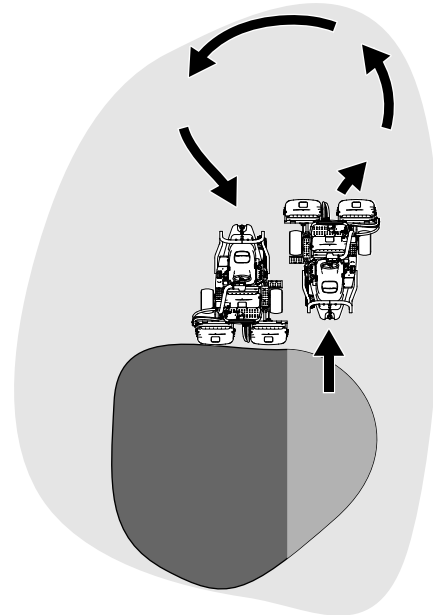

Figure 37
6. Pour réduire le temps de travail et faciliter l'alignement pour la passe suivante, tournez momentanément la machine dans la direction opposée, puis tournez-la vers la partie à tondre. Exécutez un demi-tour en « goutte d'eau » (Figure 37) pour aligner rapidement la machine pour la passe suivante.